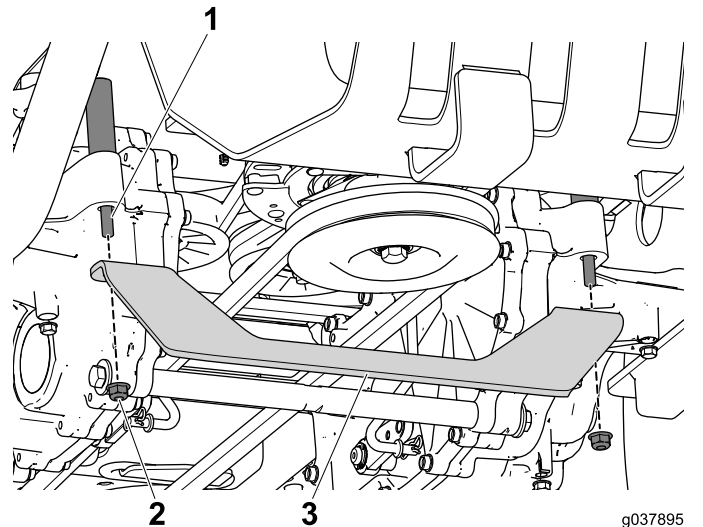

Bild 13
1. Entfernen Sie die zwei Bundmutter von den Stützschauben am linken und rechten Getriebe und legen sie zur Seite (Bild 13).
2. Fluchten Sie die Halterung mit den Stützschauben aus und befestigen Sie sie mit den beiden im letzten Schritt entfernten Bundmuttern (Bild 13).